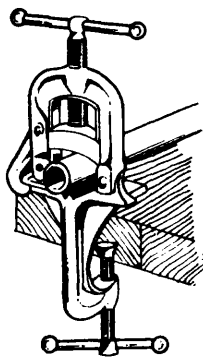

Fig. 6
*Prensa de quijada portátil*, (fig. 6): como la anterior, puede atornillarse en un tablón y sirve para trabajos de reparación; se encuentra en tres tamaños que van de 1/8" a 2 1/2".